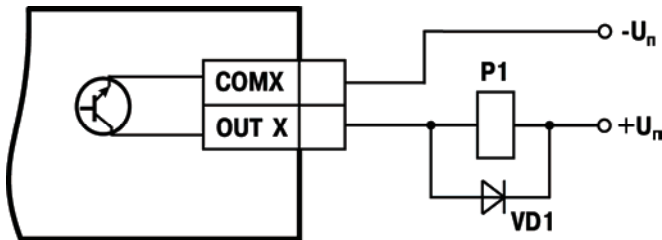

Рис. 6.1. Схема подключения транзисторного ключа
**Транзисторный ключ** применяется, как правило, для управления низковольтным реле (до 60 В). Схема включения приведена на рис. 6.1. Во избежание выхода из строя транзистора из-за большого тока самоиндукции параллельно обмотке реле P1 необходимо устанавливать диод VD1, рассчитанный на напряжение 100 В и ток 1 А.